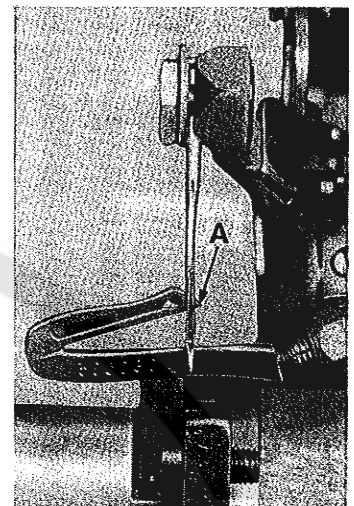

Fig. 5
When the lower looper (A) on its travel from left to right passes the needle, the needle should be deflected approximately 0,10 mm ($.004$ inch) to the front (towards the operator). (Fig.5).
Wenn der Untergreifer (A) von links nach rechts die Nadel passiert, muß dieser die Nadel etwa 0,10 mm nach vorne (in Richtung Näherin) ablenken. (Fig.5).